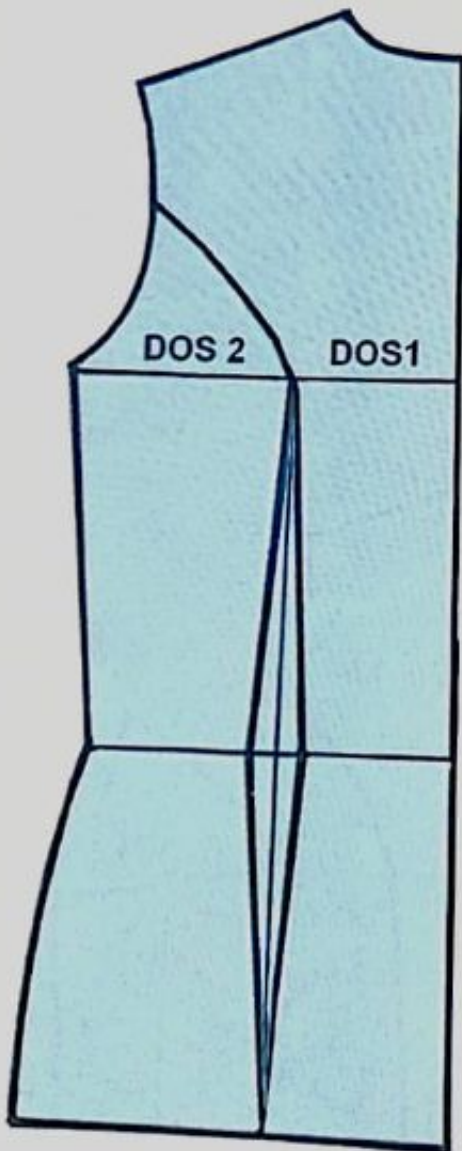

FIG. 4
- 2) Tracez la découpe à partir de la carrure jusqu'à la pointe de la pince dos (fig.4).